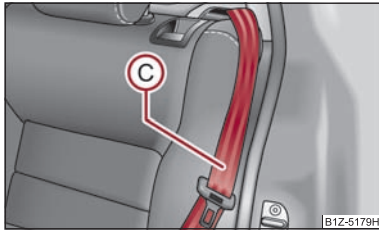

Abb. 61 Sitzlehne verriegeln
- Legen Sie den hinteren seitlichen Sicherheitsgurt (C) ⇒ Abb. 61 hinter die Kante der Seitenverkleidung.